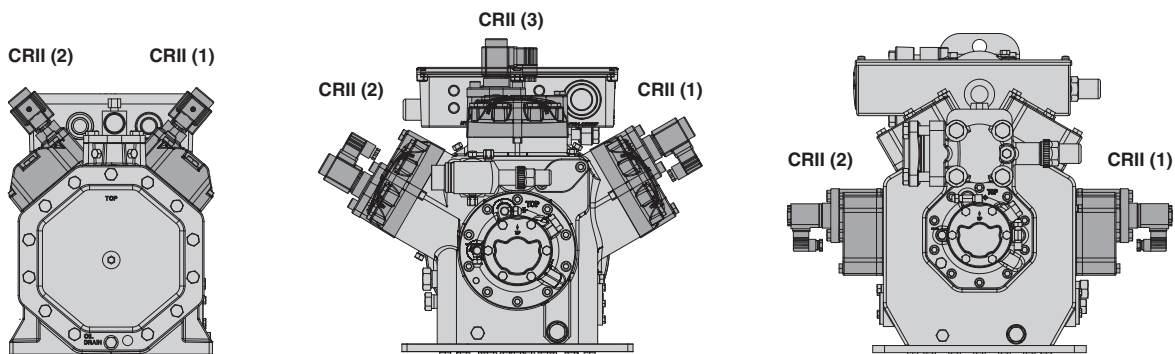

Fig. 5: Compresseurs ECOLINE 4, 6 et 8 cylindres entièrement montés avec système CRII
Position de montage de la partie supérieure des vannes de régulation de puissance, voir figure 5, page 62.
- Compresseur tandem : En vue d'une commutation possible de la charge de base, les deux moitiés de compresseurs doivent être dotées du même nombre de têtes de culasse CRII, voir figure 5, page 62.